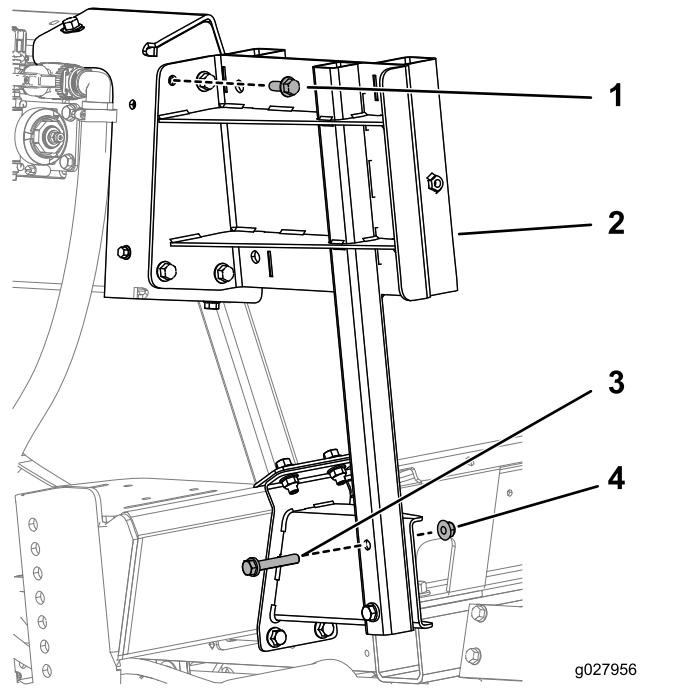

Figure 13
5. Fixez la patte de support d'appui de dévidoir aux supports supérieur et inférieur au moyen de 4 boulons (3/8"-16 x 1"), 2 boulons (3/8"-16 x 2 1/4") et 6 écrous à embase (3/8"-16), comme montré à la Figure 13.